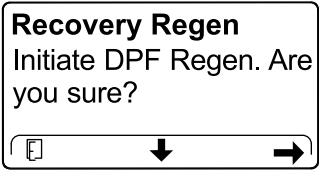

Figura 82
4. En la pantalla INITIATE DPF REGEN (Iniciar regeneración de DPF), pulse el botón derecho para continuar (Figura 82).